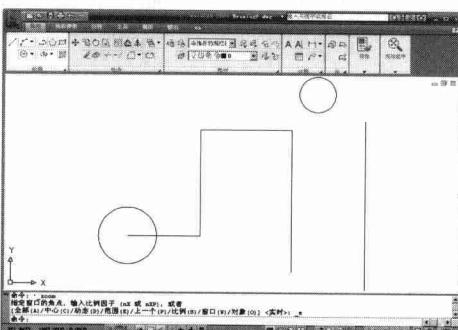

图 1-8 全部显示图形
- 单击【功能区】中【实用程序】面板上的 按钮，图形又全部显示在窗口中，如图 1-8 所示。